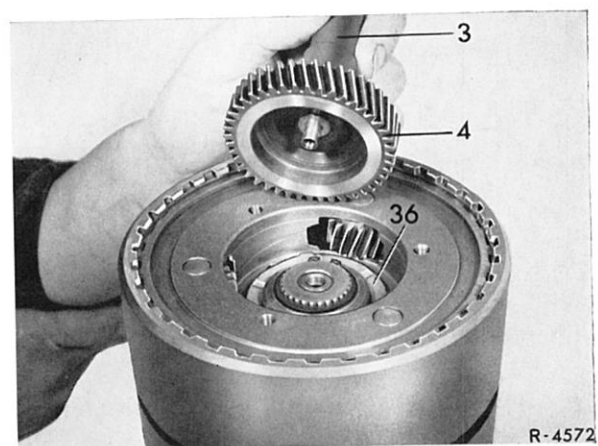

Bild 27–2/26
42 Abstützflansch (1) und Anlaufscheibe (37) aufsetzen und die 3 Befestigungsschrauben (2) mit dem vorgeschriebenen Anziehdrehmoment festziehen (Bild 27–2/27 und 28).